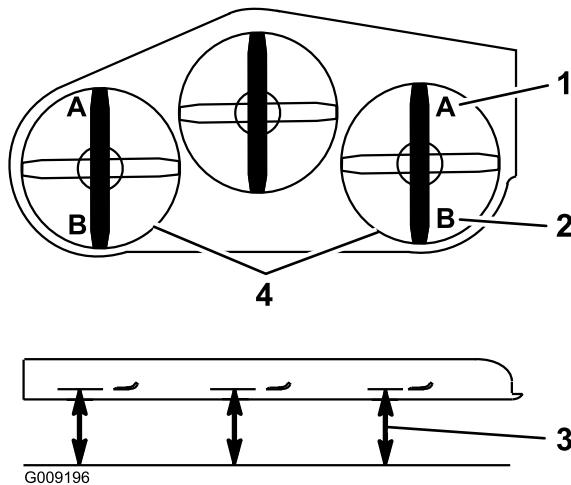

Figure 87
Remarque: La distance obtenue doit être de 7,6 cm (3 po), comme montré à la Figure 87.
- De chaque côté du tablier de coupe, mesurez la distance entre la surface plane et la pointe arrière de la lame (position B), comme montré à la Figure 87.